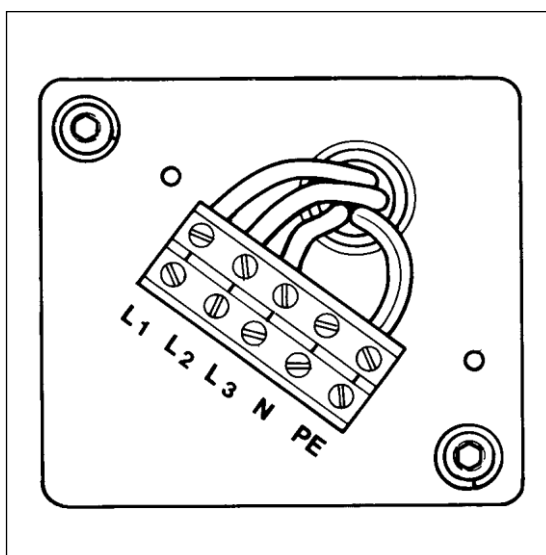

Fig.3
- De netsterkte nazien en de elektrische aansluitkast aan de achterzijde van de machine openen (fig.3)